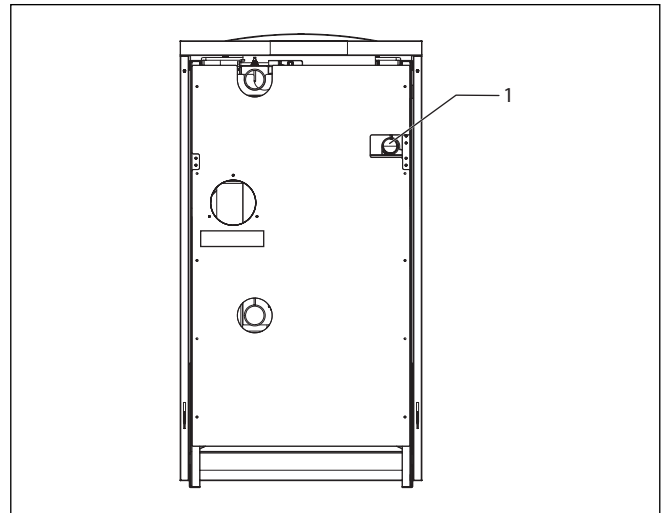

Fig. 5.3 Racordul de gaz (partea din spate a boilerului de încălzire pe gaz)
- Racordați conducta de gaz la racordul de gaz (1, Fig. 5.3) a boilerului de încălzire pe gaz.